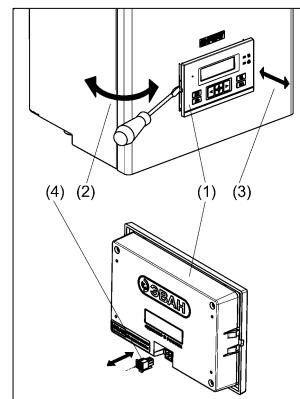
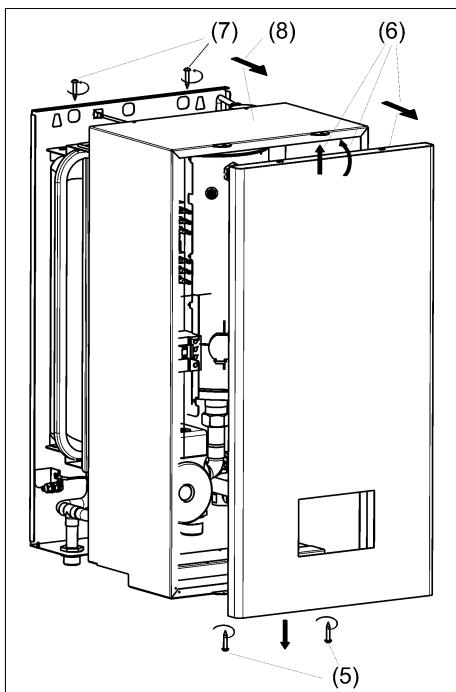

Рисунок 5. Снятие блока управления
Рисунок 6. Снятие лицевой панели и кожуха
(1) Аккуратно подденьте плоской отвёрткой место примыкания блока управления и лицевой панели (см. рис. 5).
(2) Выдвиньте блок управления на себя.
(3) Отсоедините кабель с разъёмом от блока управления. Кабель подсоединен с тыльной стороны блока управления.
(4) Уберите блок управления в сторону в безопасное место.
(5) Открутите отвёрткой два самореза с нижнего торца лицевой панели (см. рис. 6).
(6) Снимите лицевую панель и уберите её в сторону, при этом исключите возможность её повреждения (деформирования).